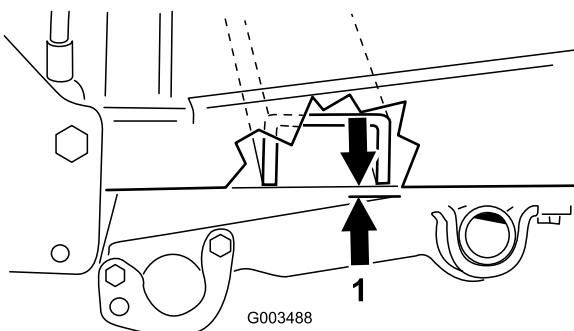

図 17
- 図 17 に示すように、トラクションユニットのフレームとピボット・チューブとの距離を測定する。